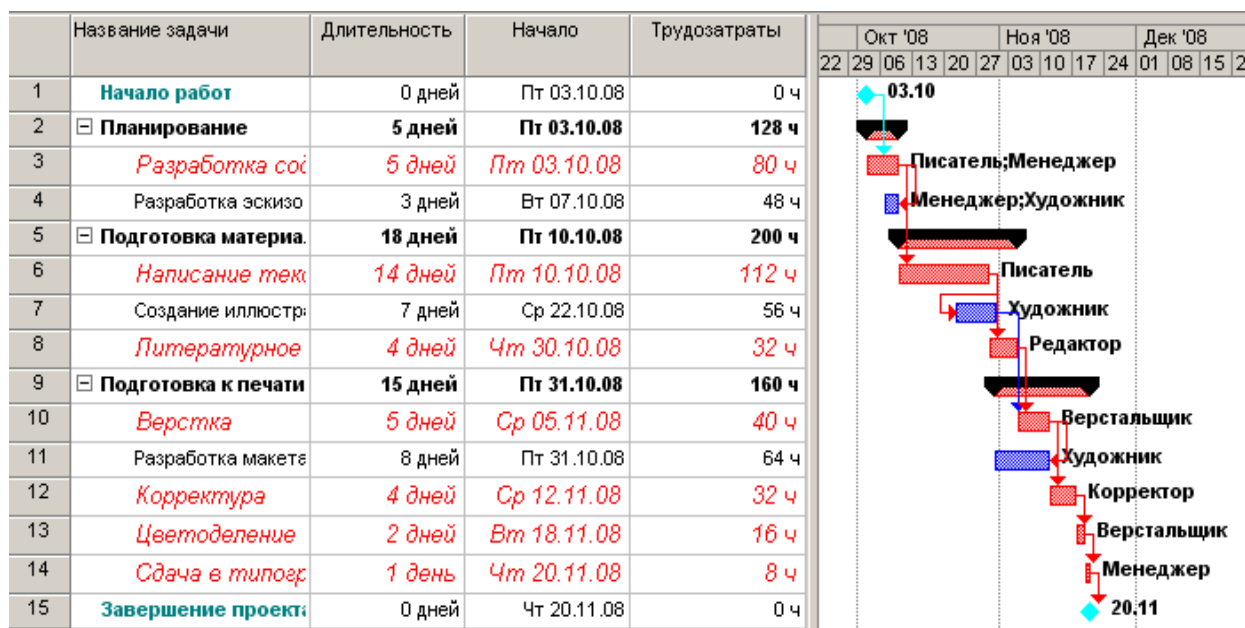

Рис. 35. Диаграмма после назначения ресурсов
- Когда всем видам работ ресурсы будут назначены, нажатием кнопки (Заккрыть) закройте диалог *Назначение ресурсов*. Диаграмма примет вид, как на рис. 35.